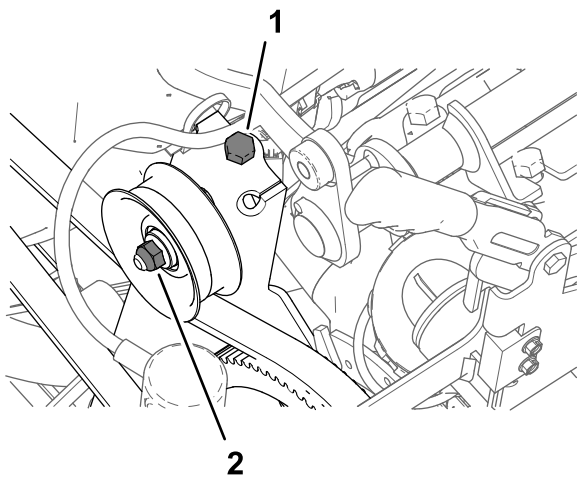

Figura 177
1. Desaperte a porca do eixo da polia intermédia (Figura 177).
2. Rode o parafuso de tensionamento da correia para remover a tensão da correia da bomba do pulverizador (Figura 177).